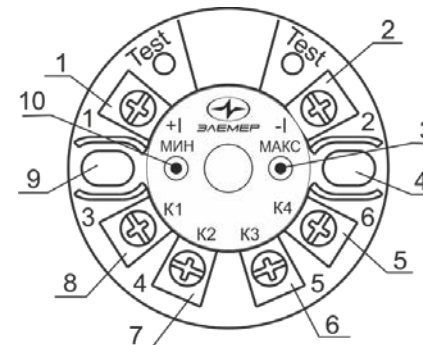

Рисунок 2.1 — Внешний вид ИП 0304/M1-Н
2.3.7. Разборка термопреобразователя для замены ПП, ИП, корпуса и кабельного ввода производят в следующей последовательности (см. рисунок 2.1):